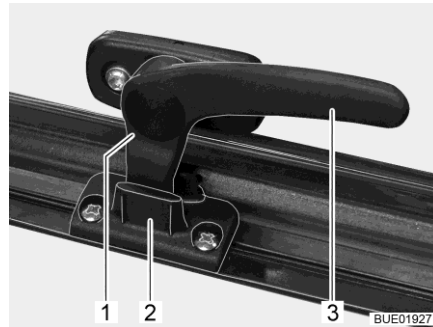

Fig. 23 Palanca de bloqueo (posición de "ventilación continua")
- En la posición "ventilación continua" (Fig. 23)
- Girar la palanca de bloqueo (Fig. 23,3) un cuarto de vuelta hacia la mitad de la ventana.
- Girar la palanca de bloqueo un cuarto de vuelta hacia el marco de la ventana. El saliente de bloqueo (Fig. 23,1) se ha de introducir para ello en el rebaje del bloqueo de la ventana (Fig. 23,2).